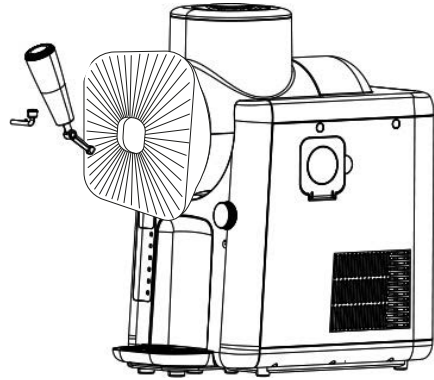

bild 4
11. Sätt in kranen i öppningen och säkra den genom att sätta i låsstiftet (bild 4). Se till att utloppsöppningarna och kranens spak är i linje. Sätt sedan i låsstiftet och vrid det tills det lilla sidostiftet passar in i enhetens öppning. Om den vita kolven inte är korrekt placerad i utloppsrännan och förhindrar att kranen sätts i, följ instruktionerna i kapitlet "Rengöring och skötsel".